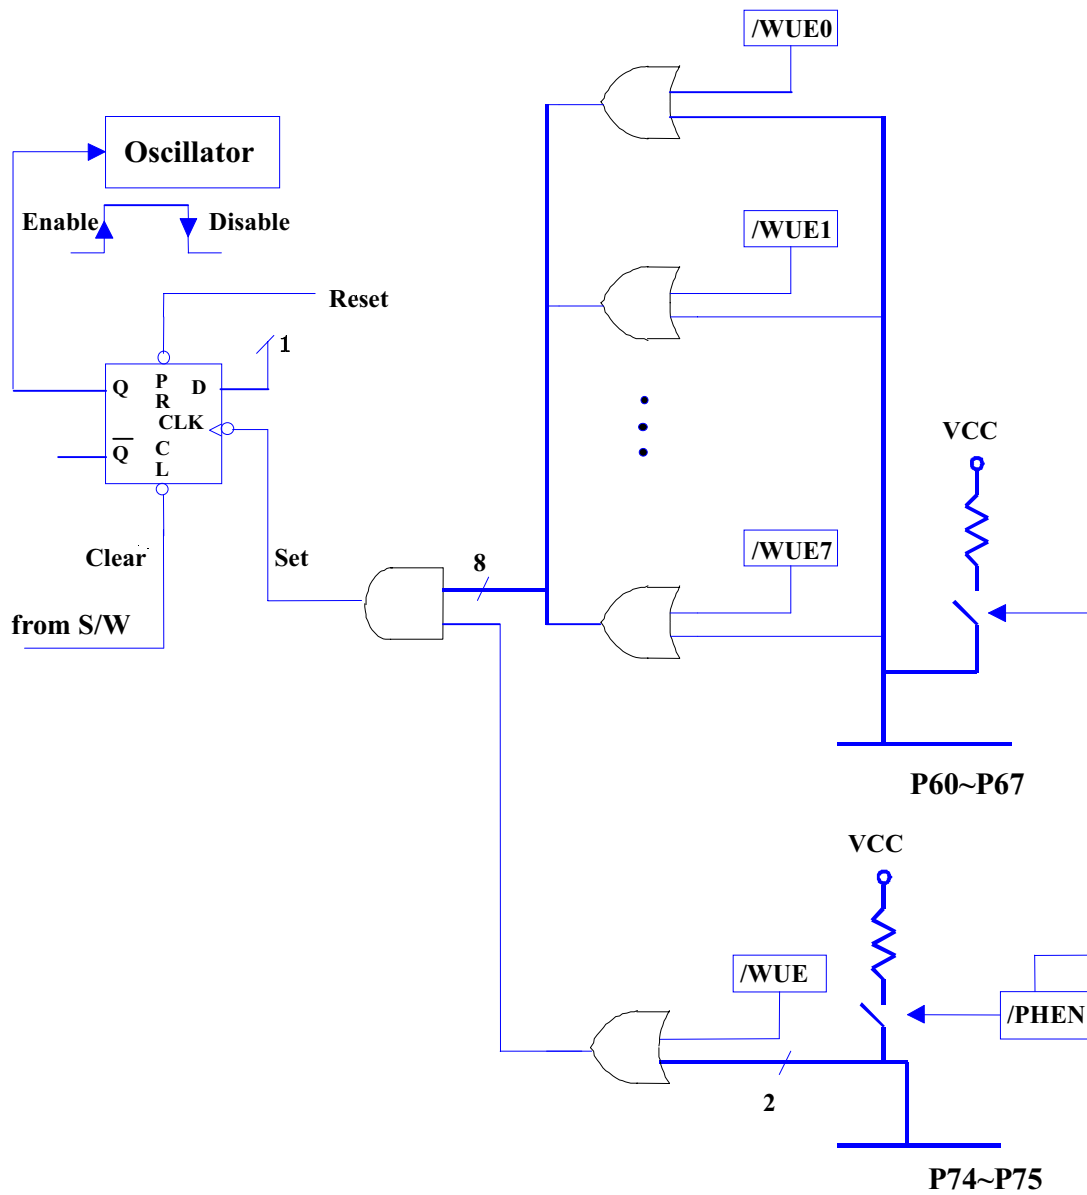

图 5 I/O 口休眠模式与唤醒电路框图
- **第 4 位 (SLPC)** 该位由唤醒信号低电平引起硬件触发置 1, 由软件清 0, SLEP 用于控制振荡器的工作。在 SLPC 位从 1 变成 0 时, 振荡器被禁止 (振荡器停止, 单片机进入休眠模式 2), 在 SLPC 位从 0 变成 1, 振荡器使能 (单片机由休眠模式唤醒)。为了确保振荡器输出信号稳定, 一旦振荡器再次起振, 在执行下条指令前会有 18ms¹ (一个振荡器起振时间) 的延时, 唤醒后, 如果 CODE OPTION 中 ENWDT 为 1, 则 WDT 将被使能, 休眠模式 2 的输入唤醒放框图如图 5。
- (A) 任何一个唤醒引脚为低电平，如图 5 所示。唤醒后控制器将继续向下执行指令。在这种条件下，当进入 SLEEP2 模式之前，触发源(P60~P67 和 P74~P75)的唤醒功能应当选择（如，设为输入脚）和使能（如，设置上拉和唤醒控制）。应当注意到如果在 CODE OPTION 的 ENWDT 位为“0”，则在唤醒后，WDT 将被使能。所以，WDT 的操作（使能或禁止）应当在软件中进行适当的处理。
- (B) WDT 定时器溢出（若使能）或在/RESET 引脚有外部复位输入，都会引起控制器复位。